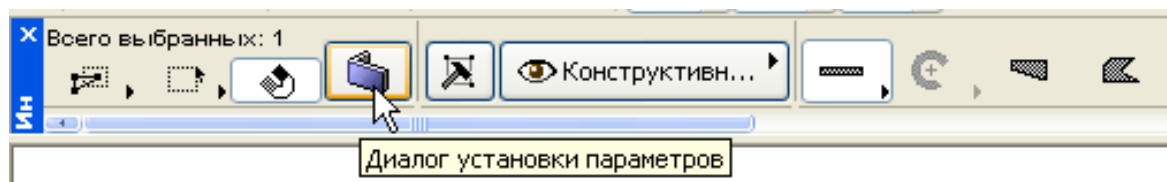

Рис. 7
9. Двойной щелчок на инструменте **Стена** выводит **Диалог установки ее параметров** (рис. 7). Тот же эффект получается при нажатии соответствующей кнопки в информационном табло. При выборе любого элемента в информационном табло приводятся его параметры (возвышение, высота, толщина покрытие и т. д.). При выборе любого элемента его параметры, сгруппированные по панелям, приводятся в диалоговом окне установки его параметров. Можно изменить параметры элемента в этом диалоговом окне, либо в информационном табло.